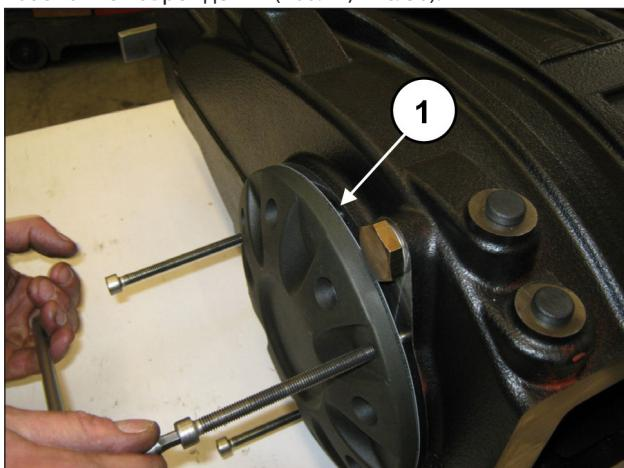
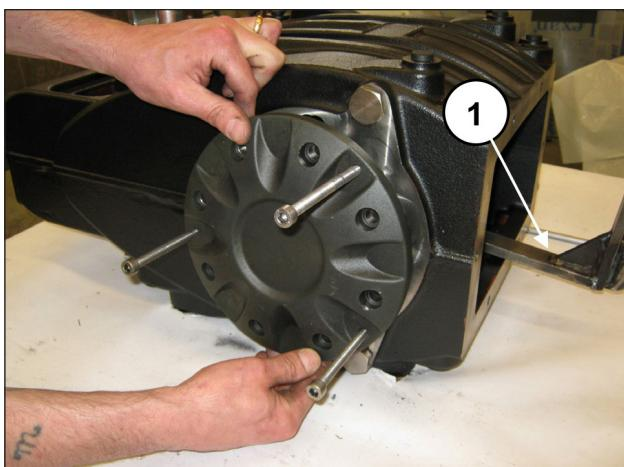

Рис. 29
Рис. 30
Закручивайте 3 винта M8 постепенно (поз. ①, Рис. 29), чтобы крышка сильно не наклонилась и не застряла в гнезде. Снимите крышку подшипника, поддерживая вал во избежание повреждений (поз. ①, Рис. 30).